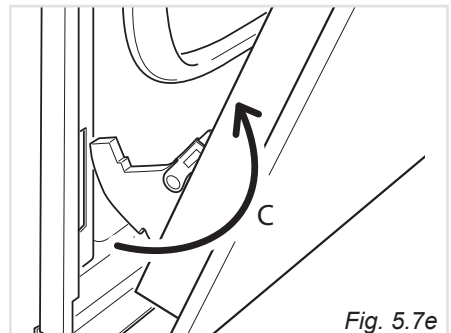

Fig. 5.7e
- Estrarre i ganci delle cerniere dalla loro posizione seguendo la freccia "C" (fig. 5.7e).